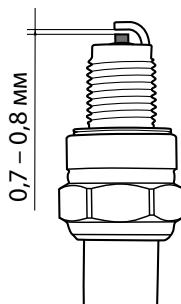

рис. 14
3. Выверните свечу шестигранным ключом и осмотрите ее. Электроды свечи должны иметь светло-коричневый цвет (рис. 14).
5. Очистите электроды мелкой наждачной бумагой до металла и проверьте зазор между заземляющим и центральным электродами, используя специальный щуп. При необходимости установите зазор 0,7-0,8 мм (рис. 14).